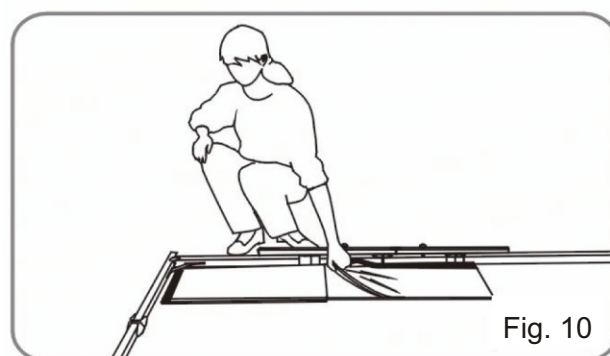

Fig. 10
4. Se scoate din geantă materialul ecranului și se așează în interiorul cadrului lângă unul din colțuri. Apoi, se desfășoară așa cum se arată în figură (fig. 10 + 11).